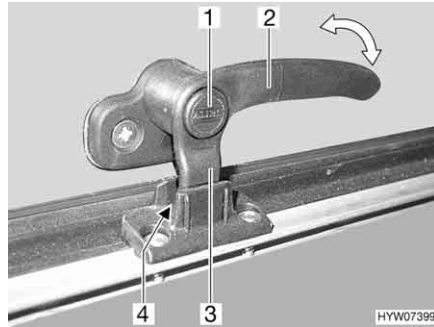
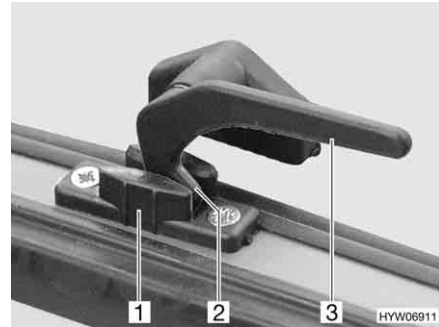

Bild 105 Låsarm med låsknapp i läget "kontinuerlig vädning"
Bild 106 Låsarm i läget "kontinuerlig vädning"
- I läget "kontinuerlig vädning" (Bild 105 och Bild 106)
- Tryck på låsknappen (Bild 105,1) om sådan finns och håll den nedtryckt.
- Sväng låsarmen (Bild 105,2 eller Bild 106,3) ett kvarts varv mot fönstrets mitt.
- Vrid tillbaka låsarmen. Därvid måste låsarmens låsspak (Bild 105,3 eller Bild 106,2) föras in i spåret på fönsterlåsen (Bild 105,4 eller Bild 106,1).
- Släpp låsknappen (Bild 105,1) om sådan finns.